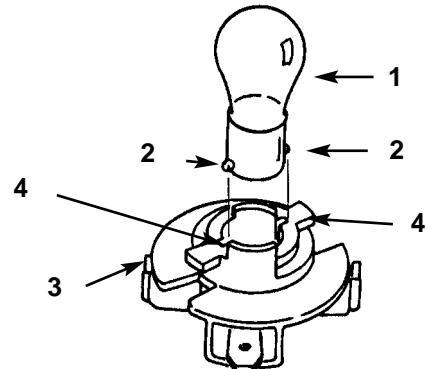

Bild 36
4. Die Birne im Gegenuhrzeigersinn eindrücken und drehen, bis sie den Anschlag erreicht (ca. 1/4 Umdrehung), dann die Birne aus der Fassung entfernen (Bild 36).